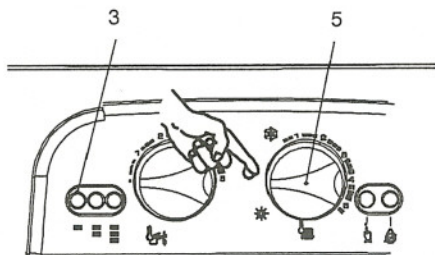

fig. 6.5
- 22 Apagar la caldera colocando el conmutador 5 en la posición "O" fig. 6.5